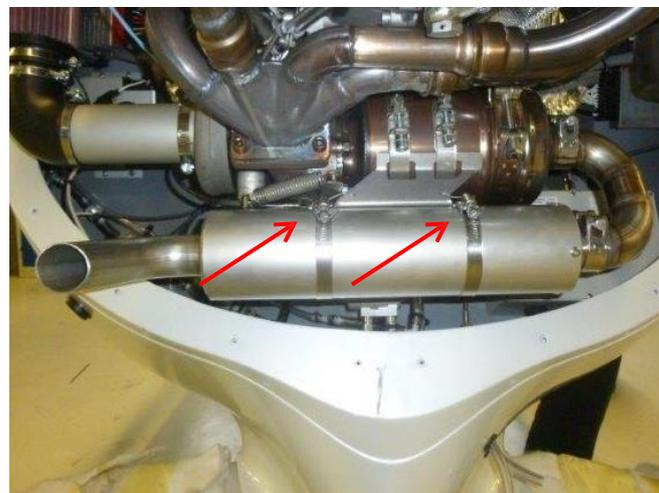

图2: 软管夹
- 4 拆卸软管夹，留待后面的安装用（图2）。检查软管夹是否有损坏。